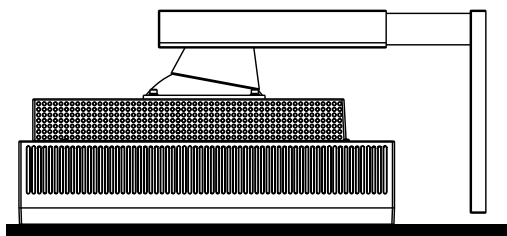

Figura S.1
2. Sistemare il monitor a faccia in giù su una superficie non abrasiva (**Figura S.1**).